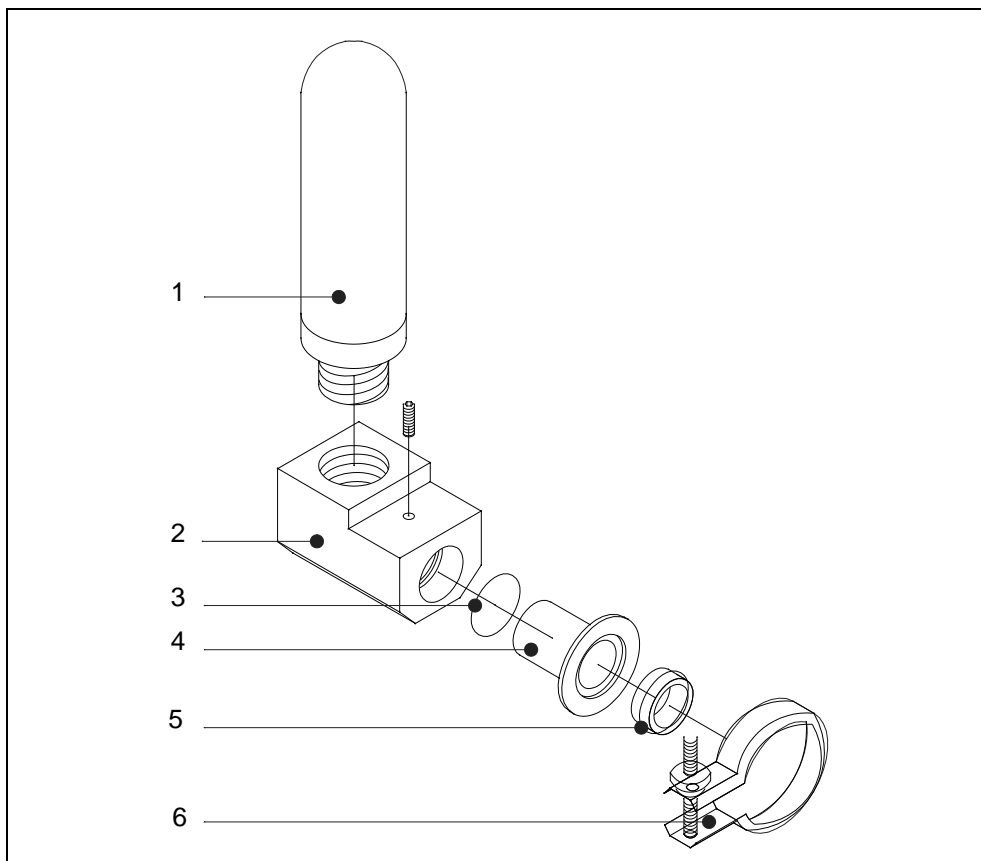

Fig. 9-3 Sostituzione silenziatore
- Svitare il silenziatore dall'adattatore di connessione, sostituire con uno nuovo e serrare. Vedere Fig. 9-3/1.